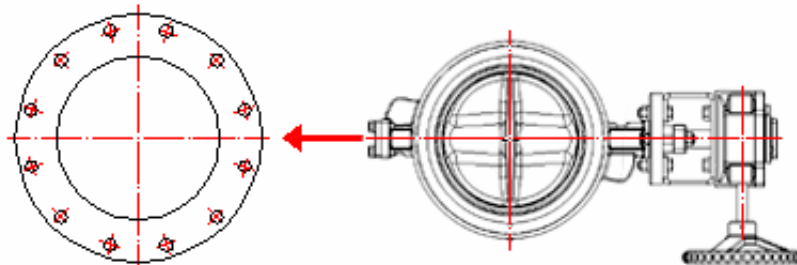

Fig 4.
7.4 Foretrukken installationsretning er vandret (Fig 4), da urenheder i rørsystem ikke samles omkring spindelbøsning og sæde i bunden, men skylles væk.